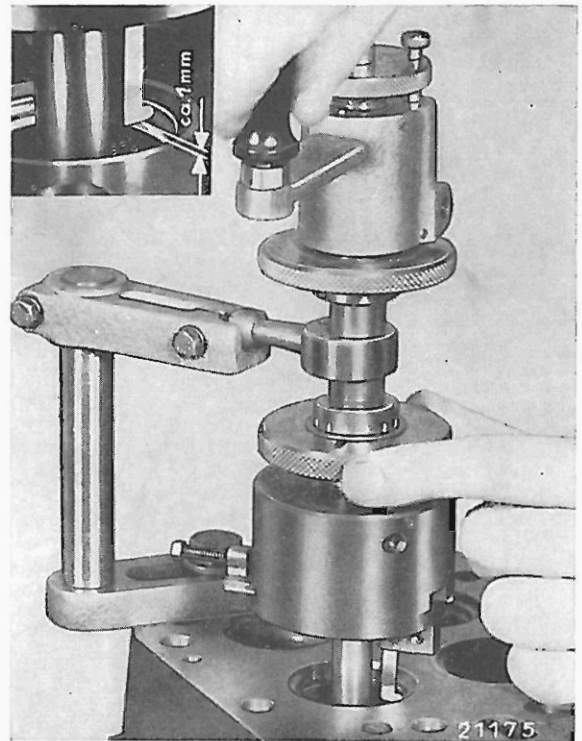

Bild 01-4/5
14. Mit Innenmeßgerät, Swkzg. 000 589 03 19 00 (Meßbereich 35–60 mm), die Bohrungen für die Ventilsitzringe im Zylinderkopf ausmessen, dazu Meßuhr nach Tabellenwerte (siehe Bild 01-4/7 und Tabelle nach Maß „D 1“ siehe Arb.-Nr. 01-0/4) einstellen.